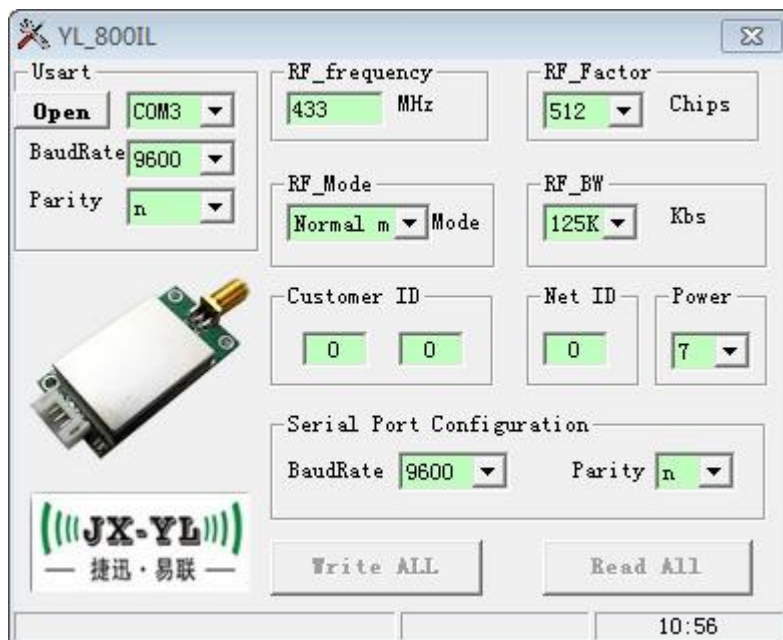

图 8.3.2 YL-800IU 参数修改
2、打开设置软件, 选择端口号、串口速率、校验方式, 点“Open”打开模块端口, 点“Read All”读取模块当前参数, 根据需要修改参数, 点“Write All”写入, 如图8.3.2所示: